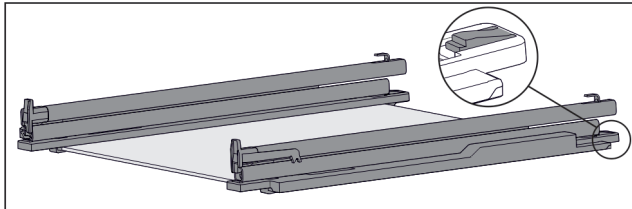

Fig. 125 Скляна пластина з рейками та деталями для підтримки
- ▶ Деталь для підтримки натиснути вниз (див. Fig. 125) і одночасно посунути рейку назад.